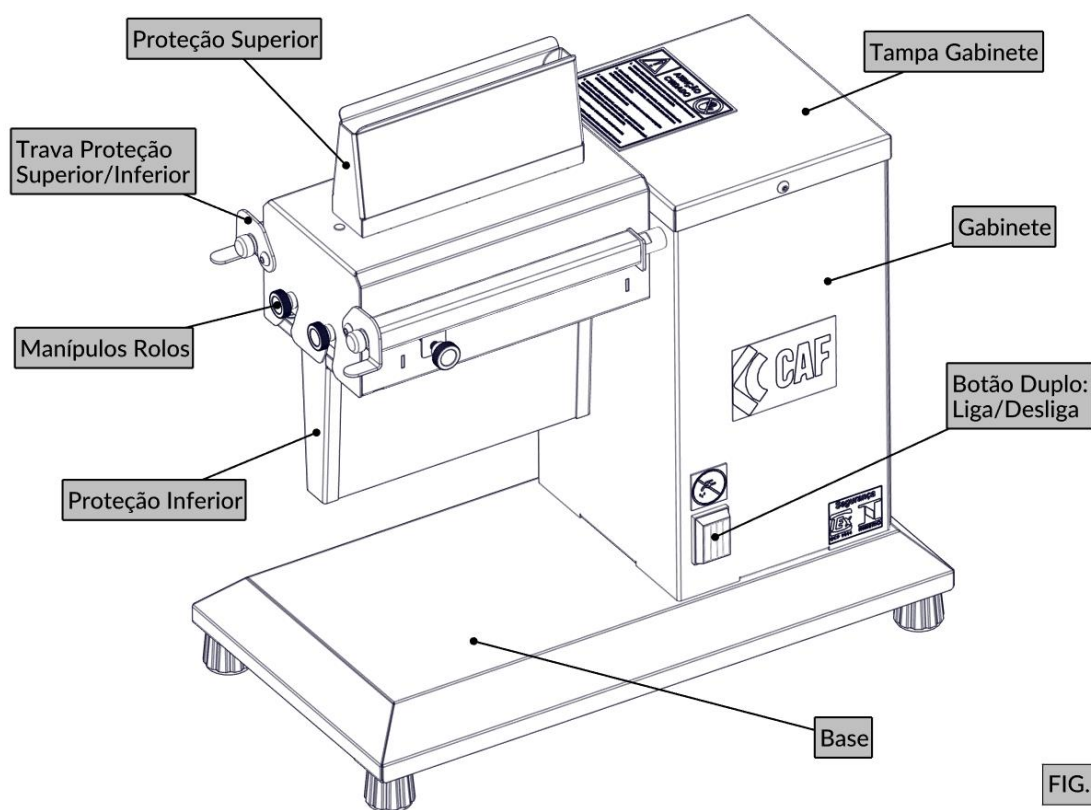

FIG. 1
b) Empurre o conjunto de proteção, girando os manípulos do rolo (FIG. 1) para encaixar os rolos nos eixos arrastadores (depois de encaixado, não será possível girar os manípulos);
1. Com a máquina devidamente montada, higienizada e energizada, pressione o botão de liga (FIG. 1);
2. Coloque a carne a ser processada no bocal de alimentação (FIG. 1) em pedaços cortados com tamanho de 180mm e espessura máxima 19mm;
Passo 3: Solte o manípulo que trava a proteção superior (FIG. 1) na proteção inferior (FIG. 1);
Passo 4: Abra a proteção superior (FIG. 1);